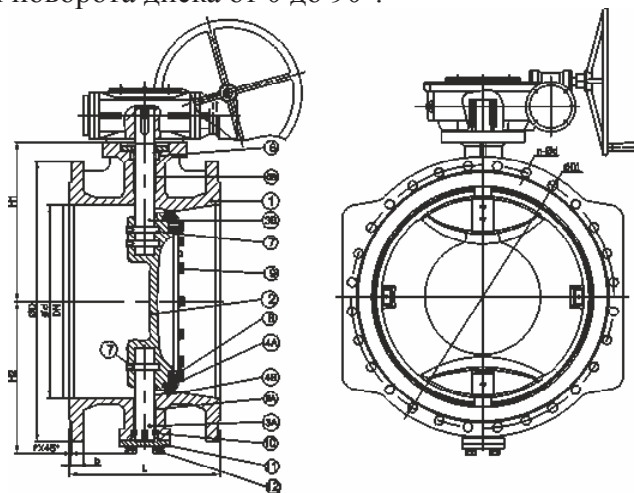

Рис.1
1.3.1. Затвор состоит из следующих основных деталей и элементов (рис.1):